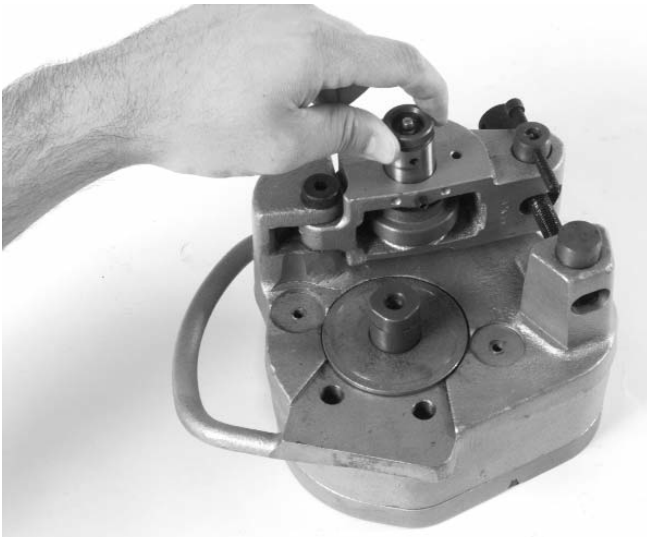

Figure 11 – Introduction de l'axe du galet de rainurage
- Regardez à travers l'orifice de l'axe du galet de rainurage pour aligner le galet de rainurage et les rondelles de butée sur l'orifice. Introduisez l'axe du galet de rainurage (*Figure 11*).